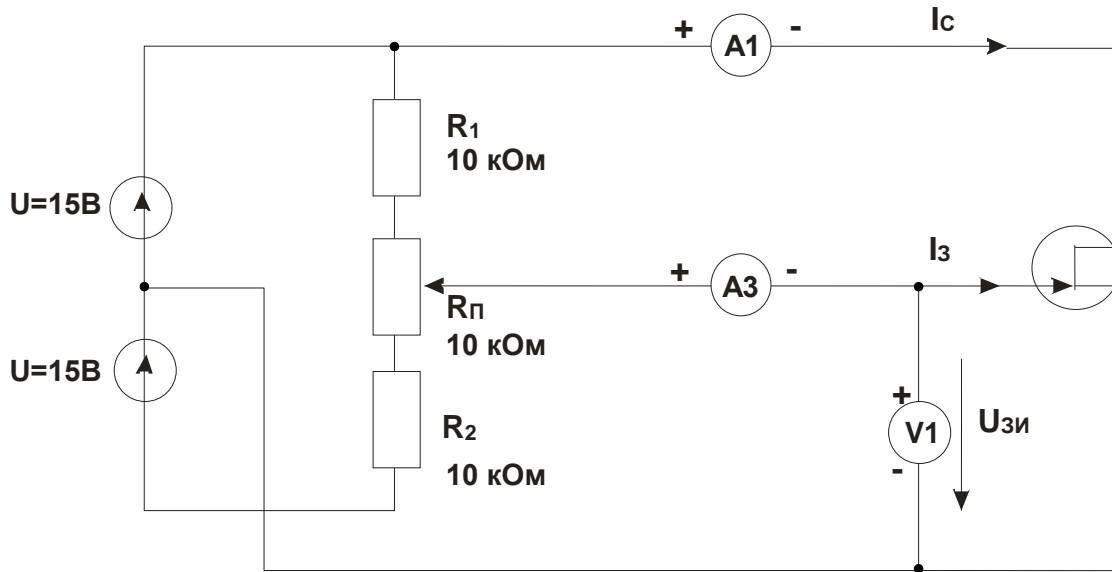

Рис. 5.3.1
- Соберите цепь согласно схеме (рис. 5.3.1) и установите поочередно значения напряжения затвор / исток $U_{зи}$, указанные в табл. 5.3.1. Измерьте виртуальными приборами или мультиметрами соответствующие значения токов затвора I_z и стока I_c и занесите их в табл.5.3.1.